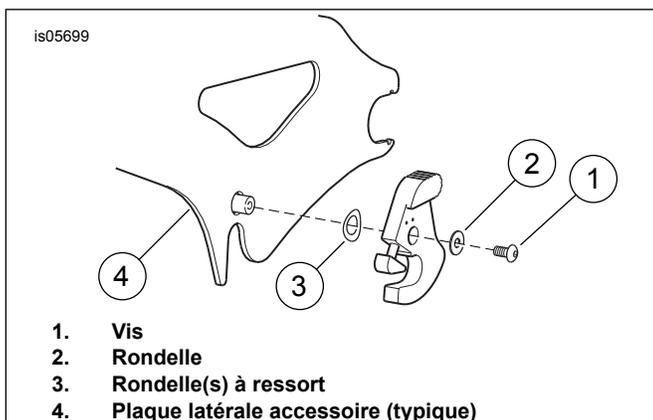

Figure 2. Retirer le loquet (installation extérieure droite représentée)
2. Voir Figure 2. Retirer la vis (1) et la rondelle (2) du loquet à remplacer. Conserver la vis et la rondelle pour l'installation.